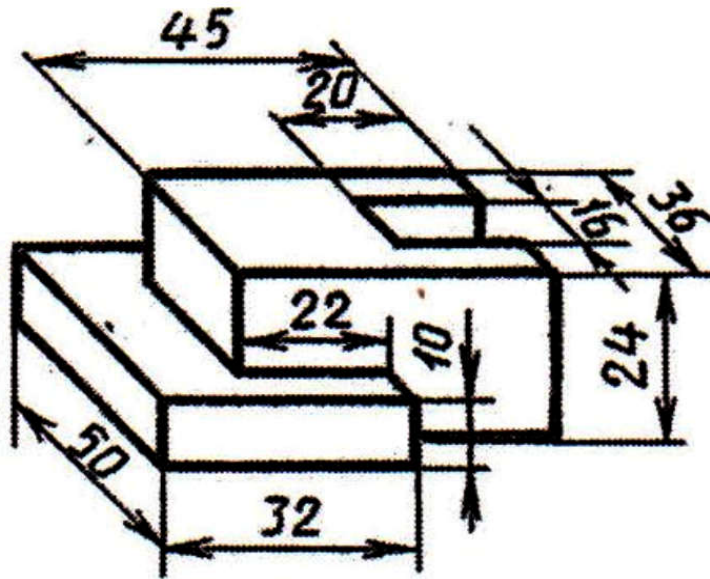

Рис.14
10. Выполнить построение 3D модели (рис.14,15)